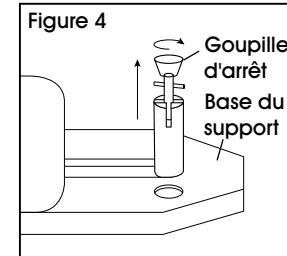

Figure 4
4. Tirez la goupille vers le haut et tournez-la de 90°. (Voir Figure 4)